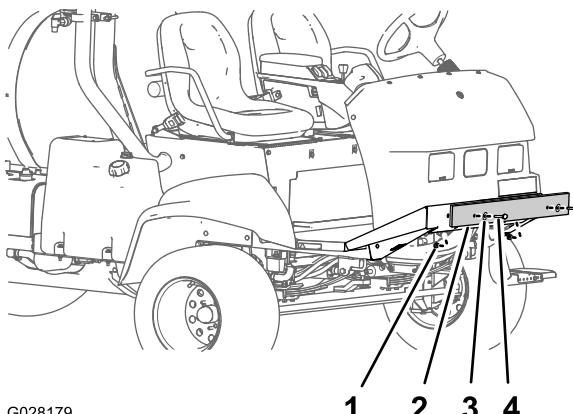

Рисунок 6
- Снимите болты, шайбы и гайки, которые крепят транспортировочный бампер к передней пластине шасси (Рисунок 6).
- Снимите транспортировочный бампер с машины (Рисунок 6).